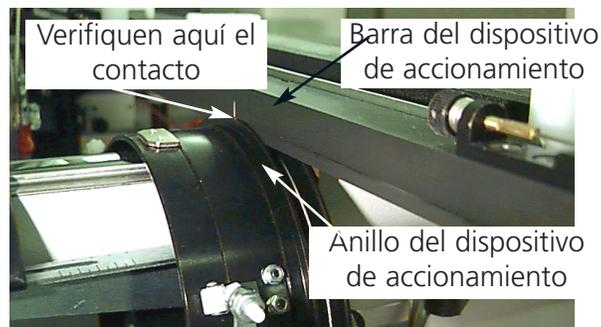

Figura 3-6
13. Nivelen Vds. la abrazadera del interface. Para efectuar esto, muevan primero el soporte del bastidor completamente a la izquierda, empujando el carro X. Convenganse Vds. de que no hay espacio libre entre la barra del dispositivo de accionamiento y el anillo del dispositivo de accionamiento (vean la Figura 3-6). Si necesario, aprieten la barra ligeramente hacia abajo y atornillen el tornillo de cabeza hexagonal correspondiente, en el soporte del interface. Luego, empujando el carro X, muevan Vds. el soporte del bastidor completamente a la derecha y repitan el procedimiento.